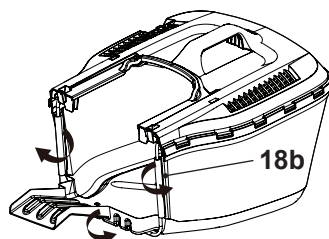

Fig. 8
- > Attachez le filet aux tiges du cadre de support (18b) (Fig. 8).